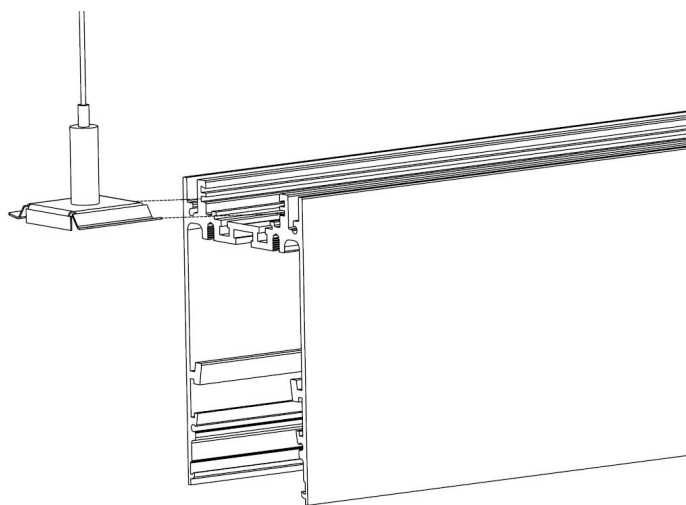

Рис.2
- Установите потолочную чашу для подвесного исполнения (Рисунок 2).